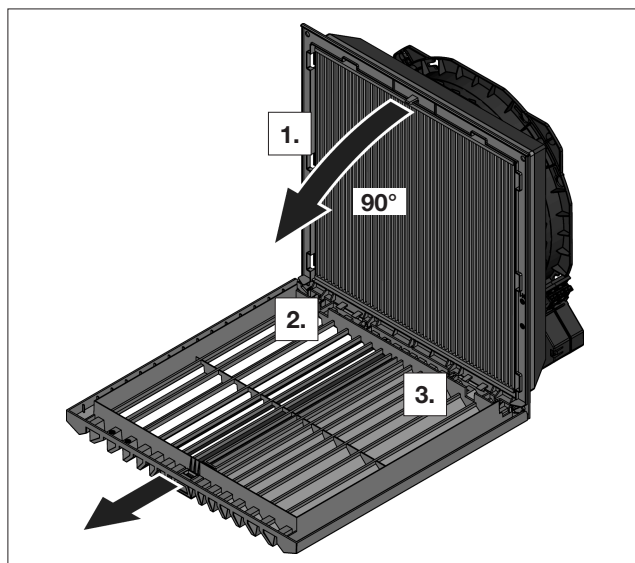

Bild 2: Borttagning och montering av lamellgaller
- För att man ska komma åt de nedre montagehålen måste lamellgallret avlägsnas som på bild 2. Här lossas först ena gångjärnssidan och sedan den andra.